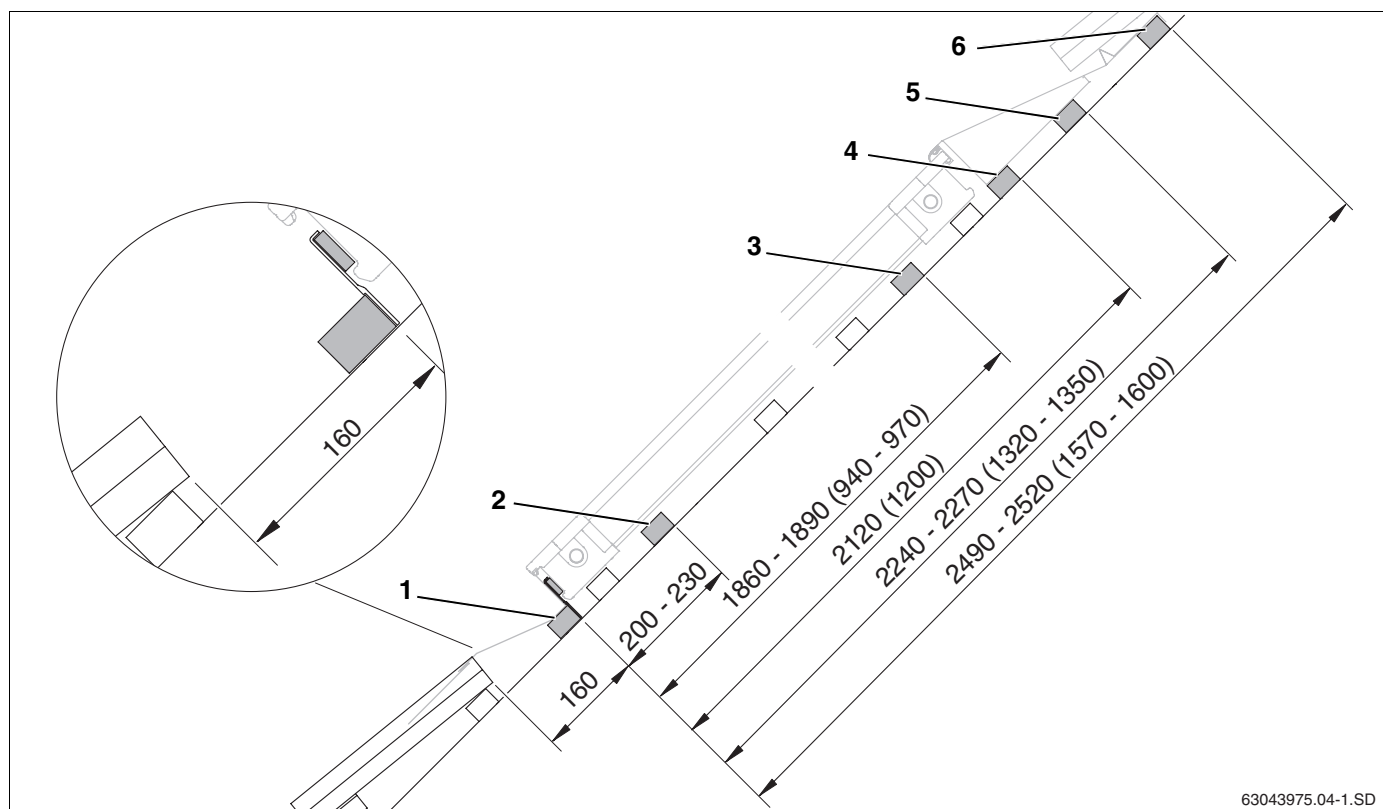

Fig. 14 Distancias de los listones adicionales para el montaje en una fila (dimensiones en mm, valores entre paréntesis = ejecución horizontal)
- Monte el primer listón de tejado con los seguros contra deslizamiento (fig. 14, **pos. 1**).
- Monte abajo el segundo listón de tejado para las sujeciones laterales (fig. 14, **pos. 2**).
- Monte arriba el tercer listón de tejado para las sujeciones laterales (fig. 14, **pos. 3**).
- Monte el cuarto listón para el apoyo de la cuña de stiropor de las chapas protectoras superiores (fig. 14, **pos. 4**).
- Monte el quinto listón de apoyo para las chapas protectoras superiores (fig. 14, **pos. 5**).
- Monte el sexto listón para el apoyo y fijación de las chapas protectoras superiores (fig. 14, **pos. 6**).
Para el montaje en varias filas deben instalarse los listones de la primera fila como en el caso del montaje en una fila (fig. 14). Se prescinde del 5º y el 6º listón en la fila inferior.